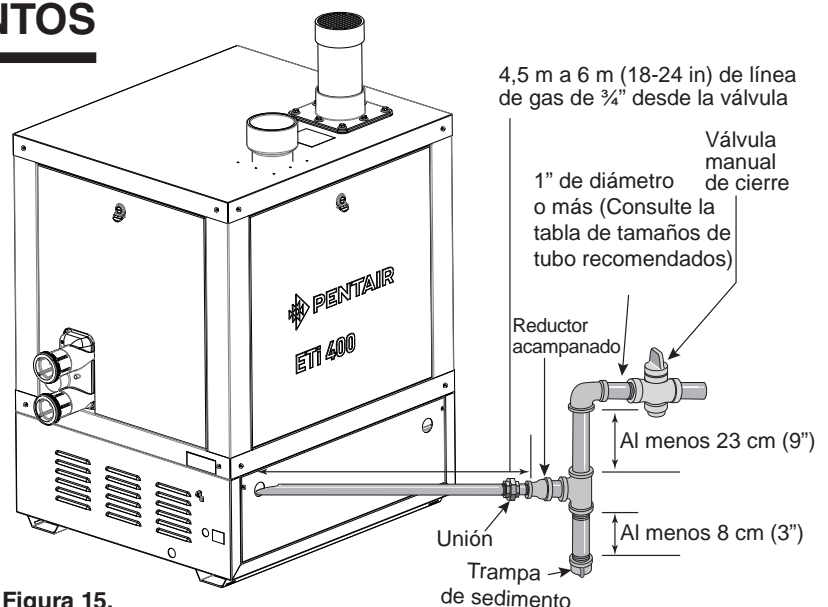

Figura 15.
El calentador requiere un suministro de gas no menor que 10,2 cm (4 in) wc, y no mayor que 27 cm (10,5 in) wc para el gas natural, y no mayor que 36 cm (14 in) wc para gas propano. Presiones de suministro de gas fuera de este rango podrían resultar en funcionamiento incorrecto del quemador. Se requiere un flujo o una presión de entrada dinámica (mientras el calentador está en funcionamiento) mínima de 10,20 cm (4 in) wc para mantener una capacidad nominal de entrada con una baja de presión no mayor de 50 mm (2 in) entre estático y dinámico. El suministro de gas debe instalarse de conformidad con el *Código Nacional de Gas Combustible*, ANSIZ223.1, o la norma CSA B149.1, *Códigos de instalación de gas natural y propano*, según corresponda, y todos los códigos locales vigentes. Instale una válvula de cierre manual, una trampa de sedimentos y una unión ubicadas fuera de los paneles del calentador; vea la Figura 15. No use una llave de gas restrictiva. Se recomiendan los siguientes tamaños mínimos de tubos de gas para las tuberías de suministro de gas natural; vea la Tabla 2 a continuación. Para el gas licuado de petróleo (LP) de baja presión, el tamaño del tubo puede reducirse en 0,635 cm (1/4 in), con un tamaño mínimo de tubo de 1,27 cm (1/2 in). Verifique el cumplimiento de los códigos locales.
Instale una unión y trampa para sedimentos en la parte exterior de los paneles del calentador según los requisitos del Código Nacional. No use una llave de gas restrictiva. La trampa para sedimentos puede ser un conector en T con un niple tapado en la salida inferior que pueda retirarse para la limpieza, como se muestra en la Figura 15, u otro dispositivo reconocido como trampa efectiva para sedimentos. Todas las tuberías de gas deben ser probadas luego de la instalación conforme a los códigos locales.